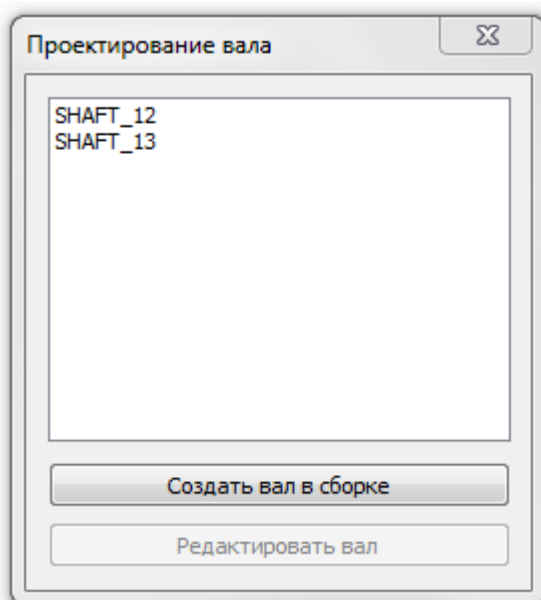

Рисунок 4-2
- с) для редактирования существующего вала необходимо указать в списке требуемую деталь и нажать кнопку Редактировать вал... (Рисунок 4-2).